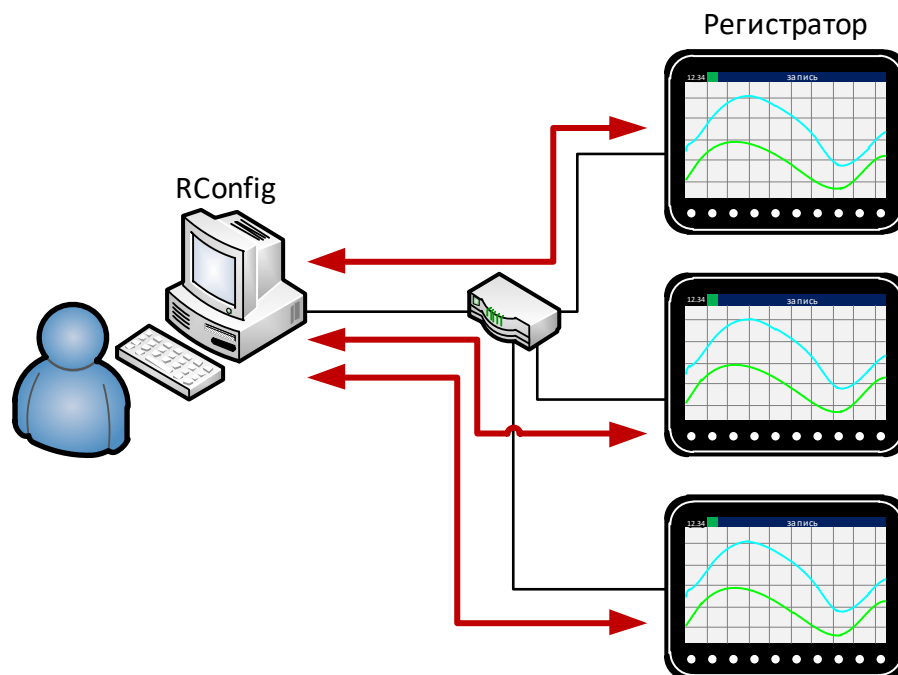

Рис. 1. Конфигурирование через Ethernet/RS-485
- Подключить регистратор к ПК с помощью интерфейса Ethernet или RS-485/RS-232 (рис. 1) и прочитать конфигурацию из регистратора.
- Подключить регистратор к ПК с помощью интерфейса Ethernet или RS-485/RS-232 (рис. 1) и сохранить